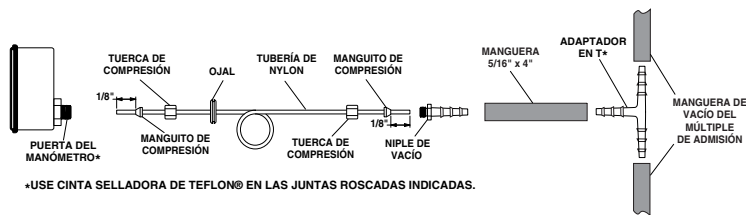

Figura 5. Opción de conexión con un adaptador en T
■ En vehículos que no tengan esta conexión roscada de fábrica en el múltiple de admisión, será necesario localizar una línea de vacío en la que se pueda conectar una "T", y se deben seguir las instrucciones denominadas "Opción Dos - Conexión a línea de vacío existente" (Figura 5).
Véase la Figura 5 y siga las instrucciones a continuación: